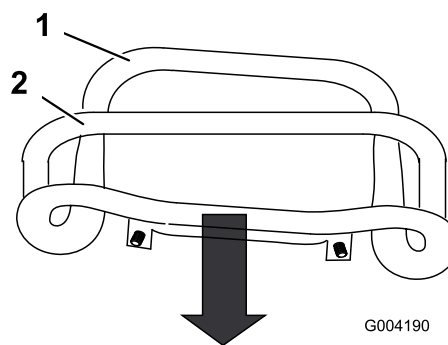

Bild 53
3. Ziehen Sie den Fahrtrieb zurück, sodass die Vorderseite des Fahrtriebs den Anschlagbügel berührt (Bild 53).